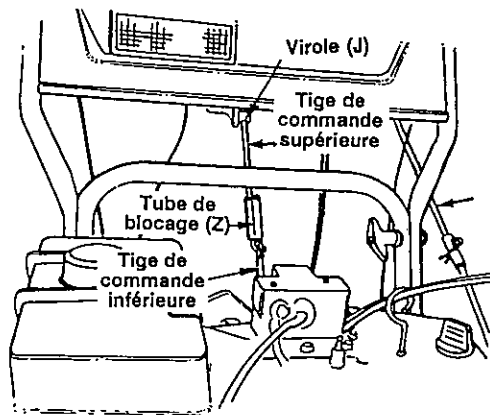

FIGURE 11
- Glissez le tube de blocage (Z) sur l'extrémité fileté de la tige de commande supérieure.
- Vissez la virole (J) sur l'extrémité fileté de la tige de commande.
- Maintenez les tiges de commande supérieure et inférieure avec la goupille fendue (G) et faites glisser le tube de blodae, comme à la figure 11.